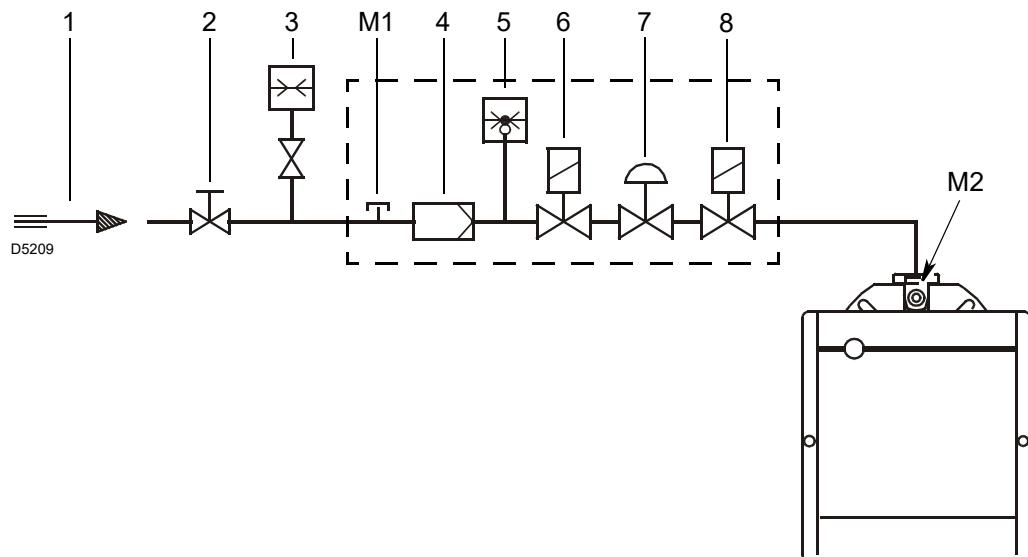

Abb. 14
#### Zeichenerklärung (Abb. 14)
Um hingegen den am Anschluss M2)(Abb. 14) notwendigen Gasdruck zu ermitteln, nachdem die höchste Modulationsleistung festgelegt wurde, bei der Brenner arbeiten soll:
- Rechts, in Spalte 1, den Druck am Anschluss M2)(Abb. 14) ablesen.
Erforderlicher Druck am Anschluss M2)(Abb. 14).
Gasdruck, gemessen am Anschluss M2)(Abb. 14) unter folgenden Bedingungen:
- vom Gasdruck am Anschluss M2)(Abb. 14) den in der Brennkammer vorhandenen Druck abziehen.
Gasdruck am Anschluss M2)(Abb. 14) = 12,2 mbar